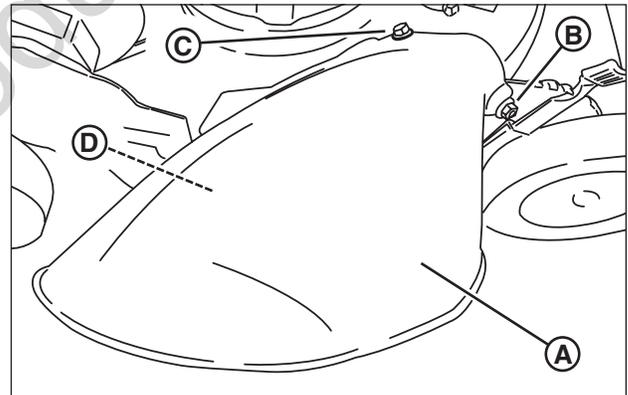

Figure 9: Installation de la goulotte de déflecteur
2. Posez le déflecteur (**A**, **Figure 9**) sur le plateau à la place du couvercle de déchiquetage en vous assurant que :